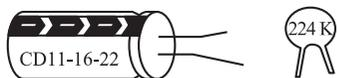

图 3-12 电容器的直标法示意图
(1) 直标法:把电容器的主要参数直接标示在电容器表面的方法,如图 3-12 所示。体积较小的电容器只标出电容量值及其单位。